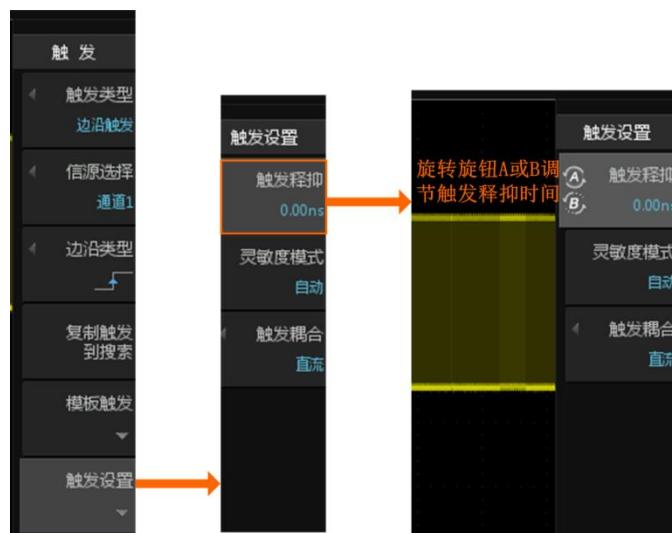

图 10.18 触发释抑界面
- 用户可按下前面板的【Trigger】键（触发功能键），在弹出的触发功能菜单里点击【触发设置】进入触发设置界面。点击【触发释抑】用户可旋转旋钮 A 和旋钮 B 调节触发释抑时间的大小，最大为 16s，其中旋钮 A 微调，旋钮 B 粗调，如图 10.18 所示。